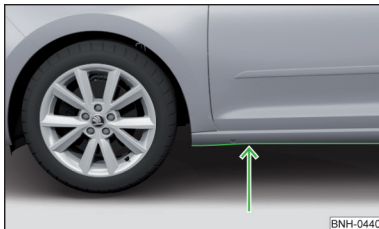

Fig. 195
- Înainte de traversarea zonei inundate, stabiliți adâncimea apei. Nivelul apei poate să ajungă maxim până la marginea inferioară a pragului » fig. 195.